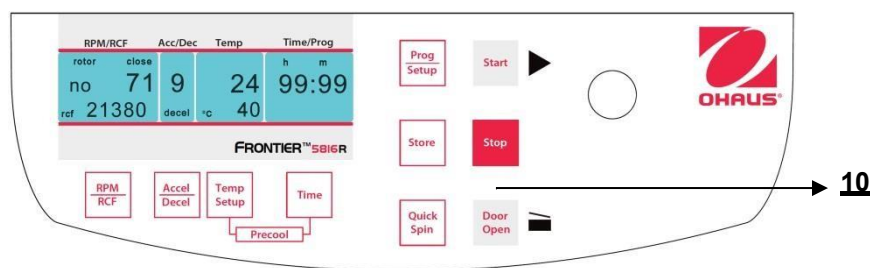

Figura 30
Mediante il tasto **"Stop"** (10) (Vedere figura 30) è possibile interrompere il ciclo in ogni momento. Dopo aver premuto il tasto, la centrifuga decelererà all'intensità preselezionata fino a che non si arresta.